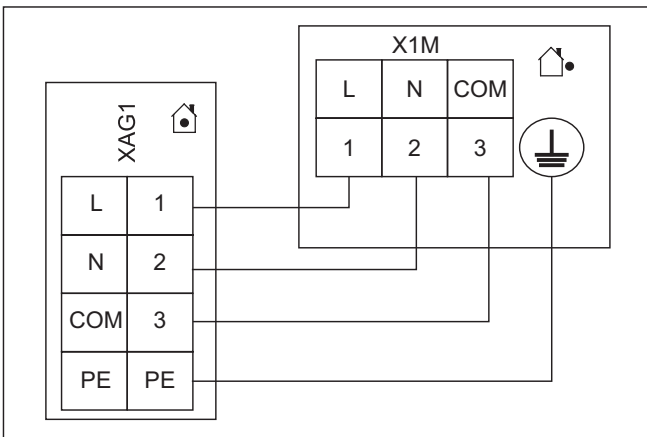

Bild 14-35 Anschluss Wärmepumpenaußengerät
- 2 Wärmepumpenaußengerät an die Klemmleiste XAG1 (siehe Bild 14-35) anschließen.